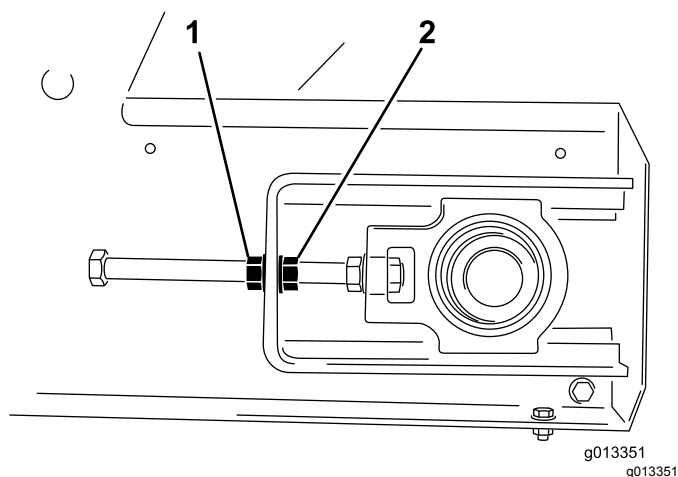

図 55
4. テンショナロッドが回らないようにロッドの端部をレンチで押さえながら、もう本のレンチでロックナットロッドの端部に一番近いナットをゆるめる 図 55。
3. ベルトが寄ってくる側で調整する。テンショナロッドが回らないようにロッドの端部を押さえながらロックナットをゆるめ、調整ナットをナットの面分締めつける 図 55。